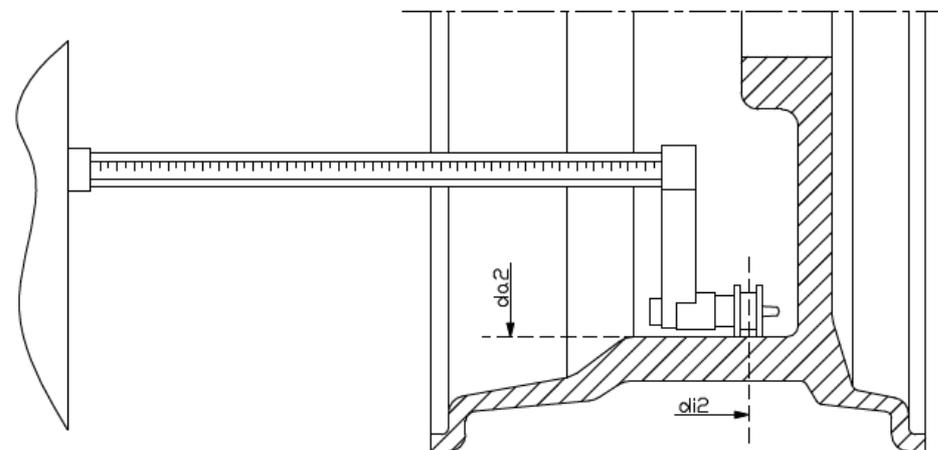

Рисунок 3.9 - Автоматическое получение расстояния к внешней плоскости в типах программ als1 и als2
4. Выдвиньте датчик расстояния/диаметра и поместите его к плоскости, выбранной в качестве внешней плоскости. См. рисунок 3.9;
6. Выдвиньте датчик расстояния/диаметра и поместите его на ободу к соответствующей внешней плоскости, выбранной для установки балансировочного грузика. См. рисунок 3.9;